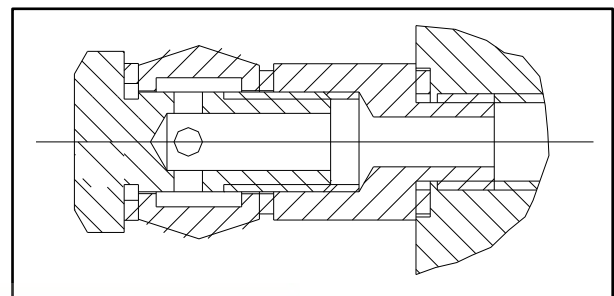

Bild 36
- ◆ Hauptsäule aufstellen (Beachte, dass der Schlitten richtig auf gleicher Höhe einrastet). Stelle die Säule vertikal ein und montiere den Spreizbolzen gemäß Bild 36.